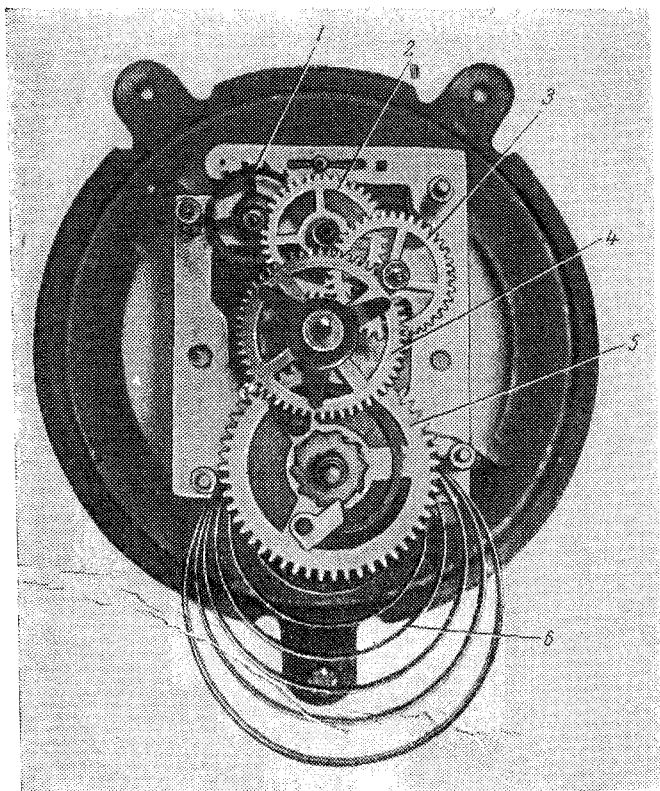
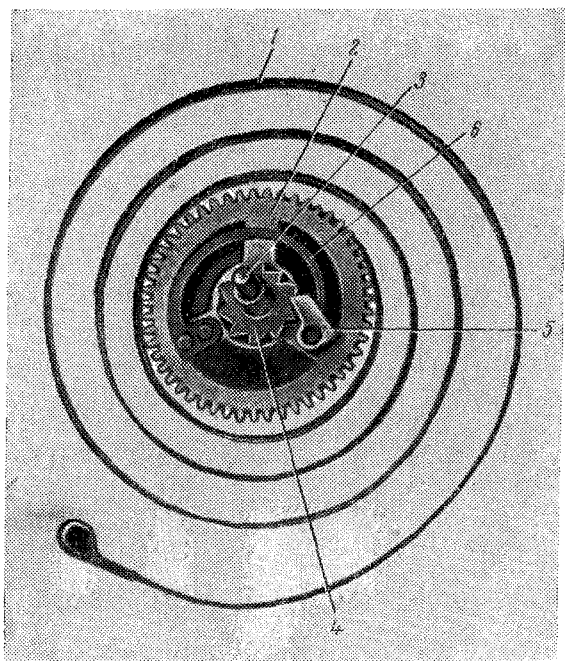

Рис. 19. Механизм со снятой задней платиной (колесная передача):
Рис. 23. Пружина с заводным колесом:
**Колесная передача** (рис. 19) расположена между двумя платинами. Она состоит из колес: центрального 4, промежуточного 3 и секундного 2 и соответствующих трибок к каждому колесу.
**Двигателем** является упруго закрученная стальная пружина. Заводная пружина (рис. 23) служит для приведения в движение колесной передачи и поддержания колебаний баланса. Двигатель состоит из пружины 1, заводного колеса 2, вала 3, храпового колеса 4, собачки 5 и пружинки 6. Наружный конец пружины в виде петли закреплен на колонке механизма, а внутренний — на крючке заводного вала.
Снимают с механизма колесную передачу (см. рис. 19) и кладут на разборную карту: анкерное колесо 1 на клетку е, секундное 2 на клетку ж, промежуточное 3 на клетку з. Центральное колесо не снимают с механизма.
Далее снимают заводное колесо 5 (см. рис. 19) с пружиной б, а пружину с заводного колеса; для этого левой рукой держат пружину, а правой провертывают заводное колесо вправо
Сборку механизма начинают с установки деталей на переднюю (подциферблатную) платину (см. рис. 19). Вначале надевают пружину на заводное колесо (см. рис. 23). Для этого внутренний конец пружины заводят на крючок заводного вала и устанавливают колесо в отверстие на платине, а наружный конец пружины закрепляют на стойке (колонке). Пружина должна разворачиваться наружу, а не внутрь механизма. Последовательно устанавливают на платину (см. рис. 19) анкерное колесо 1, секундное 2 и промежуточное 3. Затем устанавливают заднюю платину, при этом в отверстия вводят центральное колесо и вал заводного колеса. Пинцетом вводят цапфы всех колес в отверстия на задней пластине и закрепляют две нижние гайки.